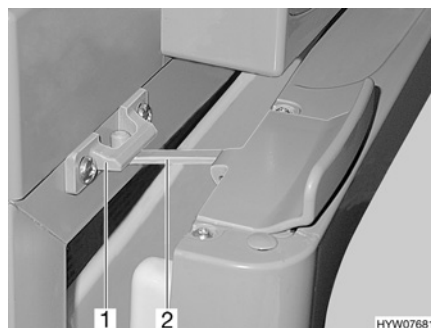

Fig. 99 Porta del frigorifero in posizione di ricircolo d'aria (Thetford)
- Aprire il bloccaggio (Fig. 99,2) e innestarlo nella sede di bloccaggio (Fig. 99,1). In questo modo la porta del frigorifero rimane ferma in posizione socchiusa.